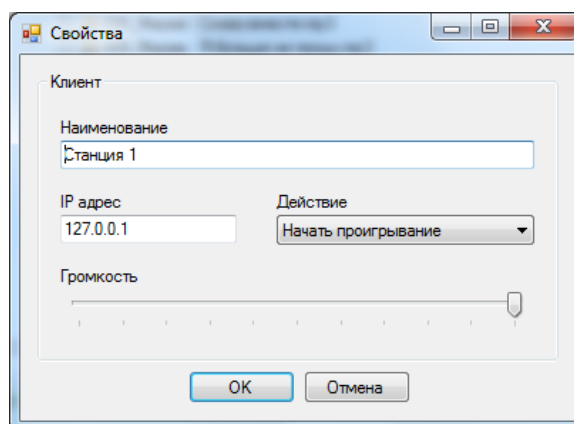

Рис.62
- Свойства – открыть свойства клиента (рис.62). Тут можно указать наименование клиента, IP адрес ПЭВМ, на котором расположен клиент, действие (проигрывать треки по порядку или остановиться), громкость клиента;